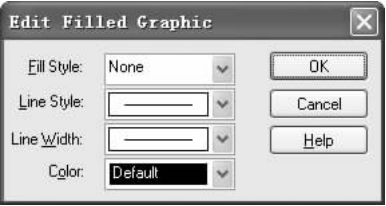

图 6-71 多边形属性设置对话框
1) 弹出“Edit Filled Graphic”属性设置对话框，如图 6-71 所示。